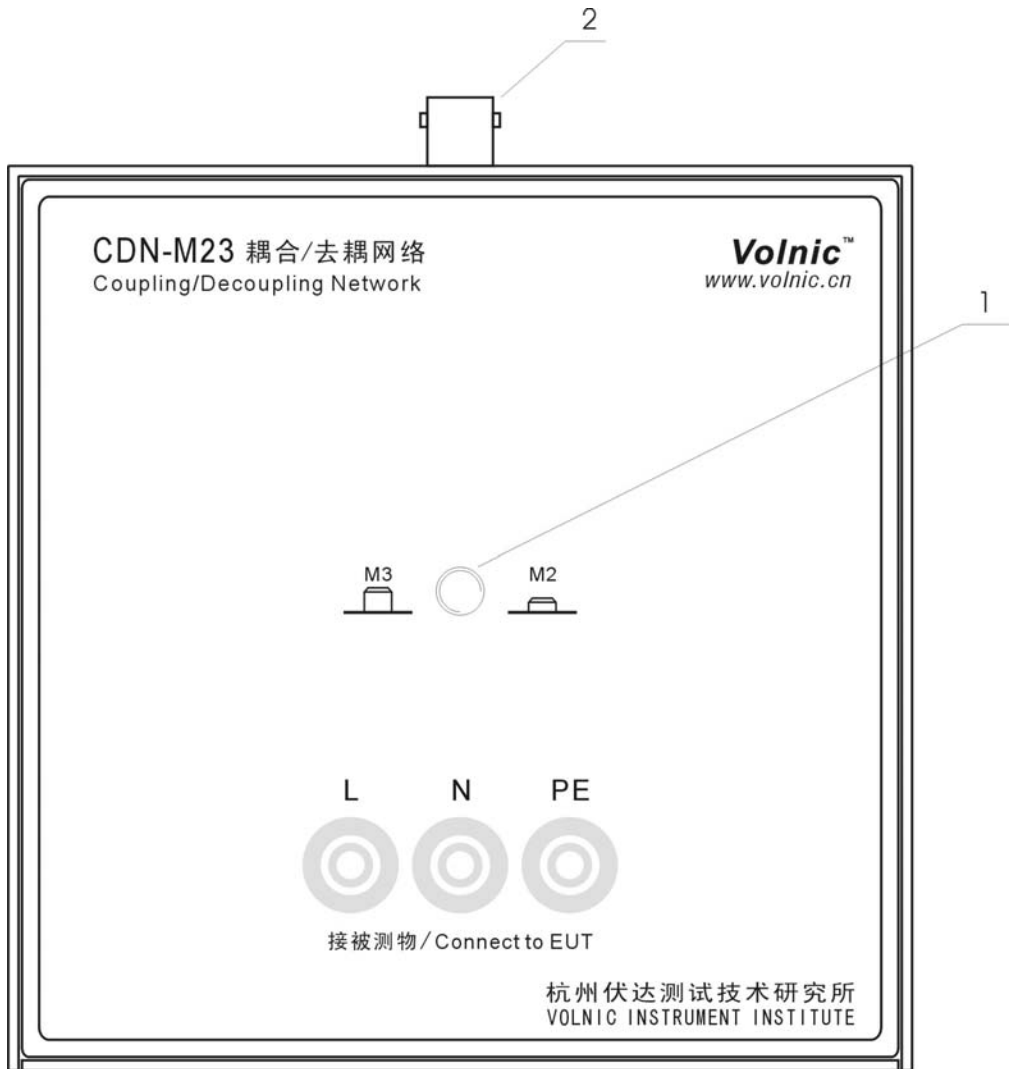

图 2 仪器前面板
CDN-M23 耦合/去耦网络的仪器前面板接被测设备即 EUT, 前面板示意图见如图 2, 说明如下:
- 6、根据测试需要，操作仪器前面板的按钮开关，设定仪器为 CDN-M2 网络或 CDN-M3 网络（见如图 2 的 1）；